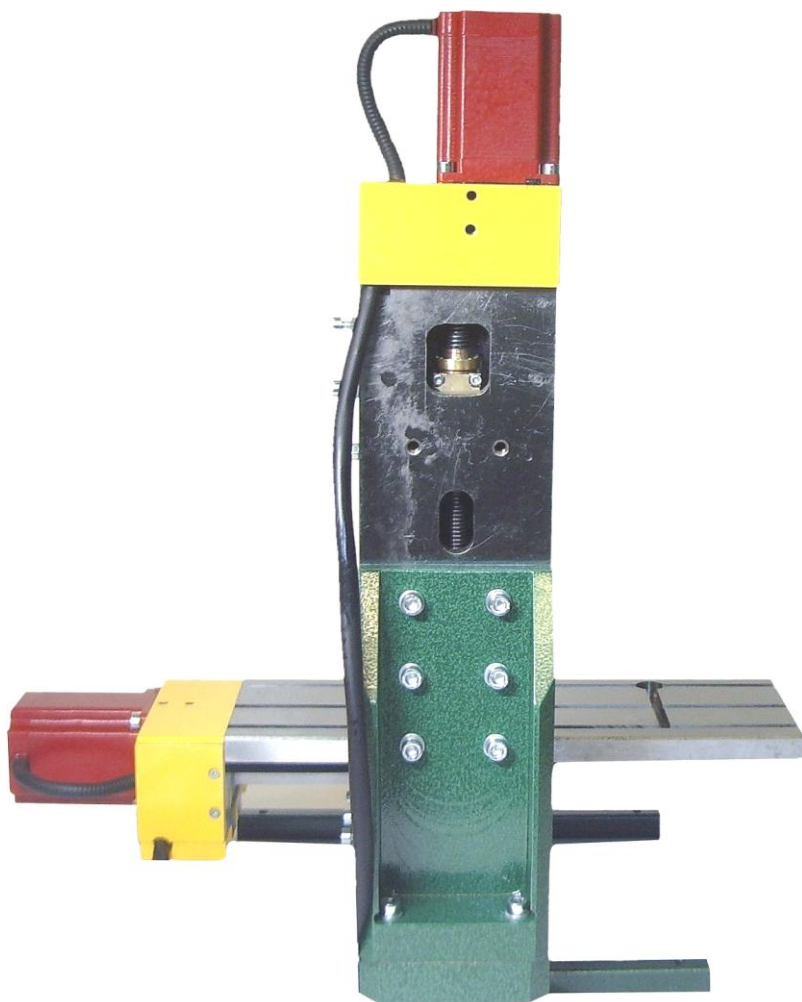

Рис. 13. Передняя часть ходовой гайки.
2.5.5.1 Повернуть станок колонной вперёд (**Рис. 13**).